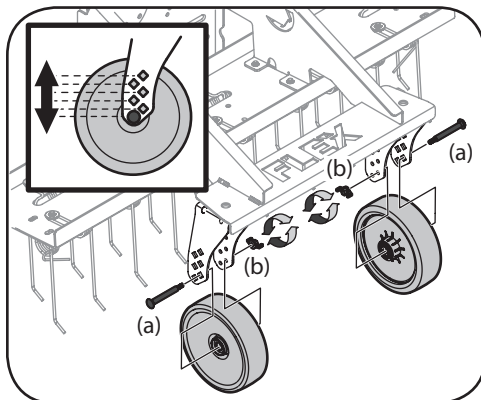

Figura 4-5
1. Saque los bulones del eje (a) y las tuercas de mariposa (b) que sujetan las ruedas derecha e izquierda. Vea Figura 4-5.
2. Para levantar el escarificador, alinee los orificios centrales de ambas ruedas con un agujero inferior del eje. Vea Figura 4-5.
3. Para bajar el escarificador, alinee los orificios centrales de ambas ruedas con un agujero superior del eje. Vea Figura 4-5.
4. Sujete las ruedas en su lugar con los bulones del eje y las tuercas de mariposa que se sacaron en el paso 1. Compruebe que el ajuste de altura a cada lado está parejo y coincide con el lado opuesto. Vea Figura 4-5.